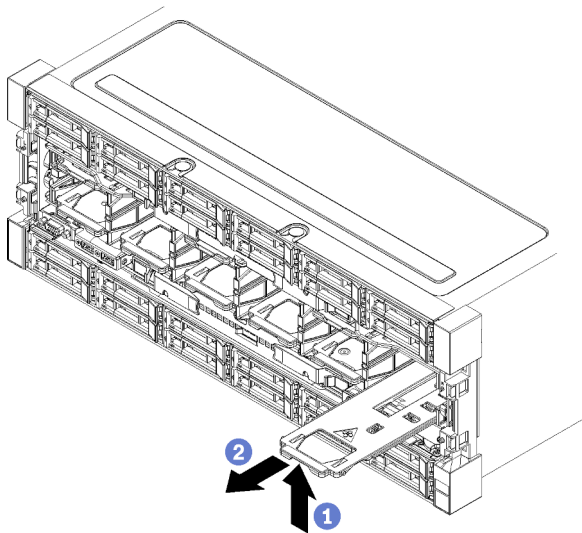

Abbildung 63. Entfernen des Lüfters
- Schritt 1. Drücken Sie den Lüftergriff nach innen zur Mitte des Servers, um die Verriegelung zu lösen. Ziehen Sie den Lüfter anschließend bis zur Hälfte heraus (siehe Abbildung 63 „Entfernen des Lüfters“ auf Seite 106) und warten Sie 10 Sekunden.